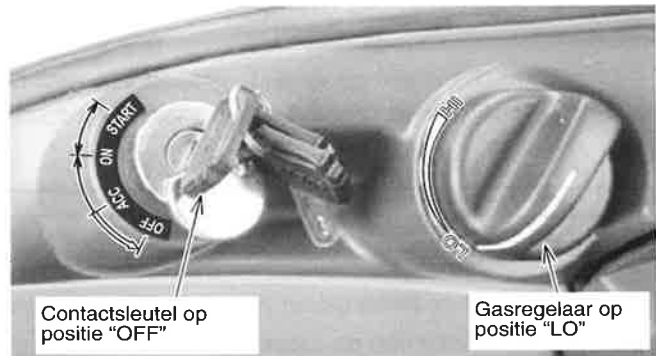

Fig. 8-2
3. Draai de contactsleutel op "OFF" en verwijder de sleutel. Zie fig. 8-2.